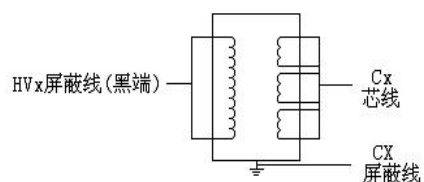

图9 CT接法
(1) 一次侧对二次侧（电磁式，没有末屏）
A. 接线见图 9
(2) 一次侧对末屏（电容式，有末屏）
A. 接线参考见图 9 Cx 芯线接末屏